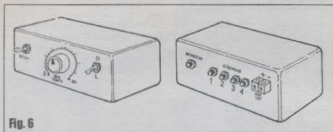

Fig. 6
- FIG. 6 - **CAIXA E ACABAMENTO EXTERNO** - Embora existam muitas possibilidades de *lay out* externo para o SAVISE, a nossa sugestão (consubstanciada na figura...) parece